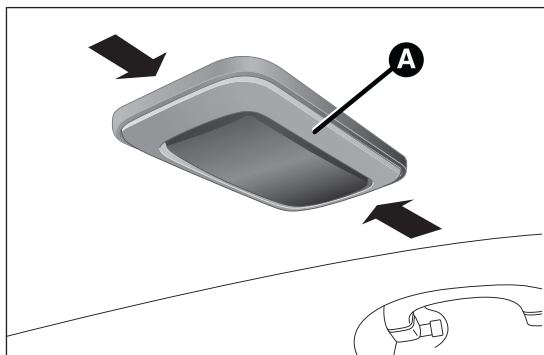

fig. 182
- intervenir sur le point indiqué par la flèche et enlever le plafonnier A fig. 182 ;
- remonter le plafonnier A fig. 182 en l'engageant dans sa position correcte d'abord d'un côté et ensuite en poussant sur l'autre côté jusqu'à entendre le déclic de blocage.